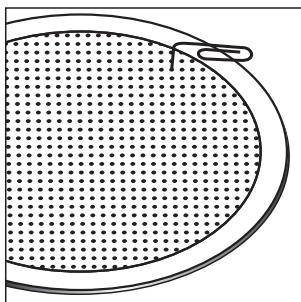

FIGURE 6
1. Separate the parts of the speaker. If the speaker is not yet installed, the grille can be removed simply by pushing the clamp screws forward to push the grille off the speaker from the inside. If the speaker is already in the wall, carefully hook the grille with a bent paper clip and pull it gently away from the frame [figure 6].
1. Séparez les divers éléments du haut-parleur. Si le haut-parleur n'est pas encore installé, la grille peut être retirée en poussant sur les vis des crampons pour éloigner la grille du haut-parleur depuis l'intérieur. Si le haut-parleur est déjà installé dans le mur, dégagez délicatement la grille à l'aide d'un trombone plié [figure 6].